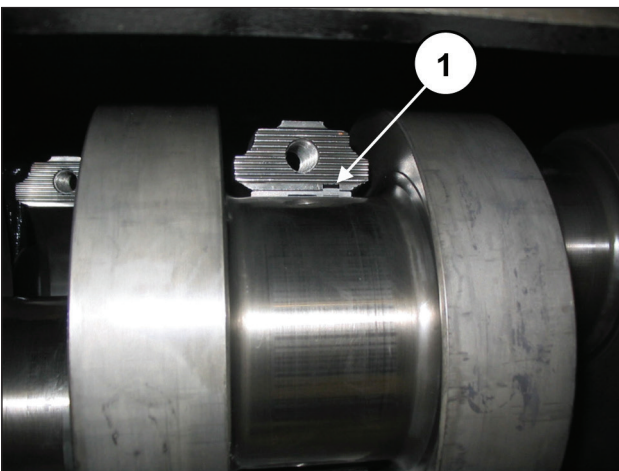

Abb. 58
**Stellen Sie für einen vorschriftsmäßigen Einbau der Lagerschalen sicher, dass die Bezugsmarkierung der Lagerschalen in der entsprechenden Aufnahme an der Pleuelhälfte zu liegen kommt (Pos. ①, Abb. 58).**